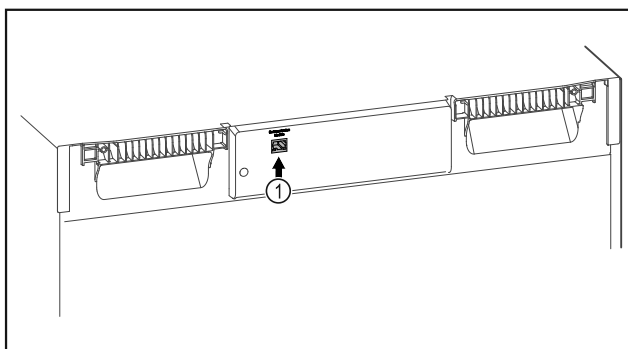

Fig. 113
- ☐ SmartModule Fig. 113 (1) установлен.